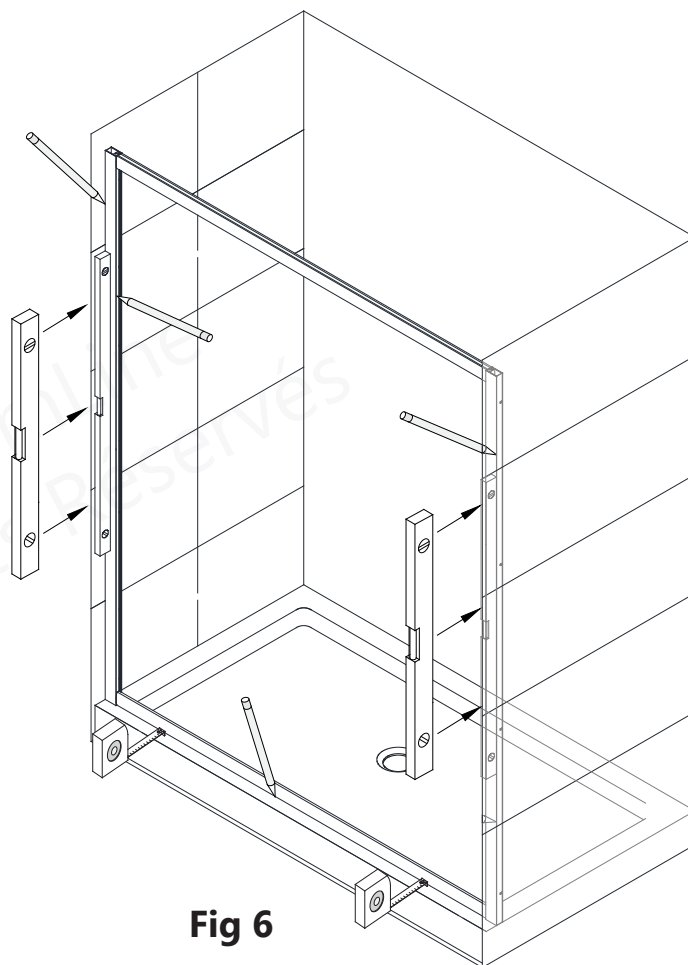

Fig 6
6. Déplacez le montage du cadre en position sur le seuil et poussez fermement les **Profils Muraux (N° 02)** contre les murs pour compenser les conditions de faux aplomb. Poussez le rail du bas vers le sol jusqu'au seuil et ajustez le cadre en position verticale. Confirmez avec un niveau avant de marquer la position des profils muraux et des trous à percer. (Fig 6)